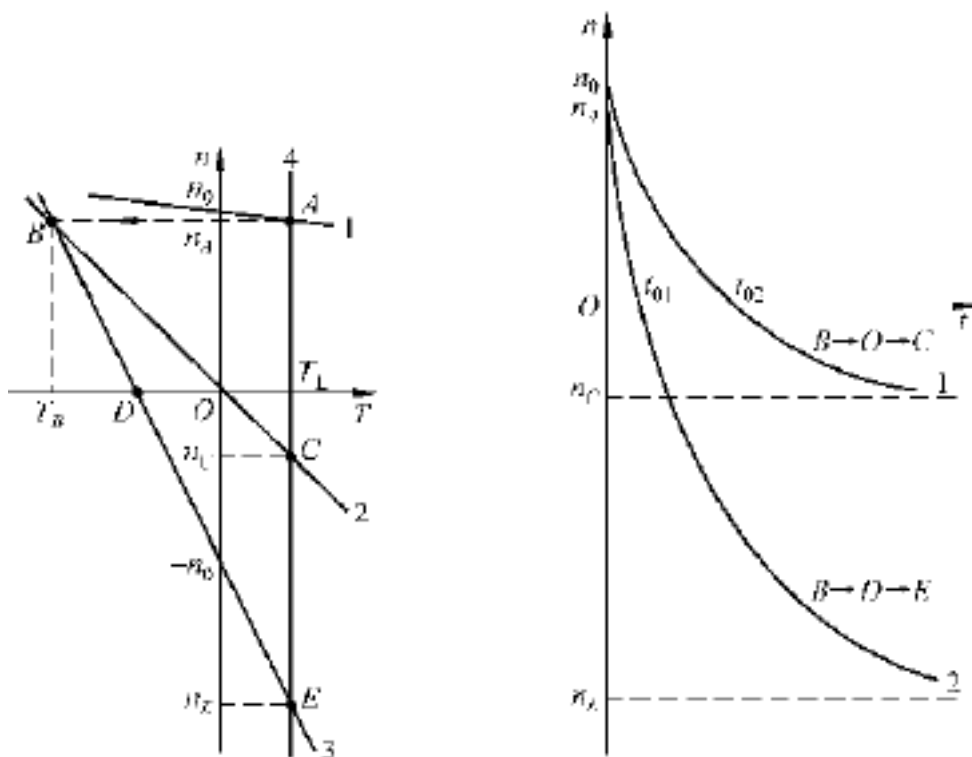

图 4.6
4.12 他励直流电动机拖动位能性恒转矩负载运行,忽略传动机构的损耗 T ,机械特性如图 4.6 所示。进行能耗制动和反接制动时,若不采取任何其他停车措施使之停车,请写出这两个过渡过程的 $n = f(t)$ 与 $T = f(t)$ 表达式,并画出它们的曲线。